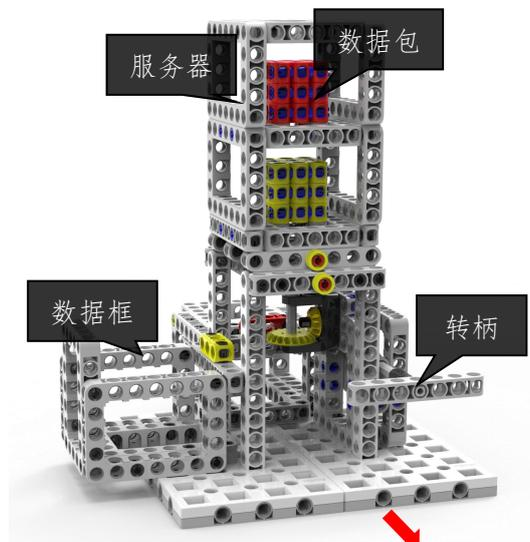

图 6 下载数据包模型初始状态
3.2.1 下载数据包模型的初始状态为转柄处于水平状态；数据包储存在服务器上，数据包可以上下互换，下方两个数据框，红色数据框处于加密禁止写入状态；对位器处于对齐状态。红色箭头为模型正面朝向；如图 6 所示。